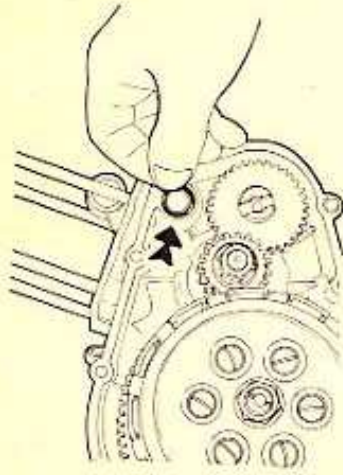

FIG. 48
- 23) Montare i grani di riferimento del coperchio frizione, e l'anello OR nella sede del foro di passaggio del liquido refrigerante sul semicaratter (fig. 48).